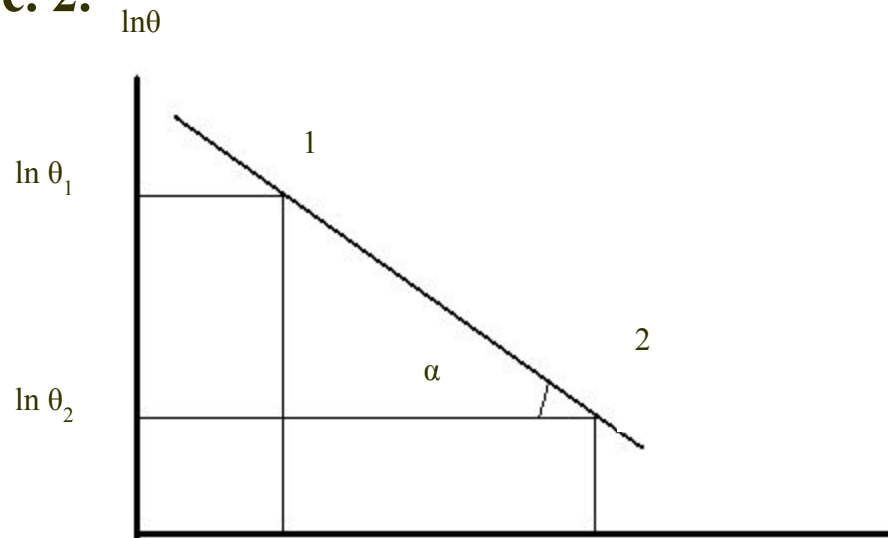

Рисунок 2 - Зависимость логарифмической избыточной температуры $\ln \theta$ от времени τ при регулярном режиме охлаждения (теоретическая прямая охлаждения)
- Графическая интерпретация формулы (14) представлена на рис. 2.
- **Из теоретической прямой охлаждения (рис. 2) следует, что, чем быстрее понижается температура пищевого сырья, тем больше будет угол наклона α , а значит, тем больше m . Параметр m назван темпом охлаждения, по его значению судят о скорости процесса.**